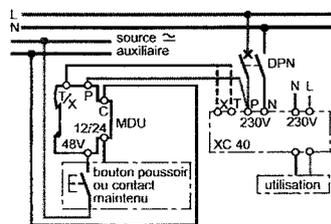

Fig. 1
- il s'adapte sur un appareil dont la tension de télécommande est de 220/240 V CA (fig. 1).